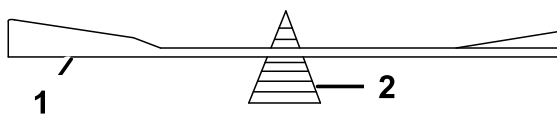

Figura 80
2. Verificai echilibrul lamei aezând-o pe dispozitivul de echilibrare a lamei (Figura 80).